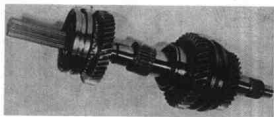

图 10-31
(6) 卸下倒档同步器，倒档齿轮和滚针轴承（图 10-31）。